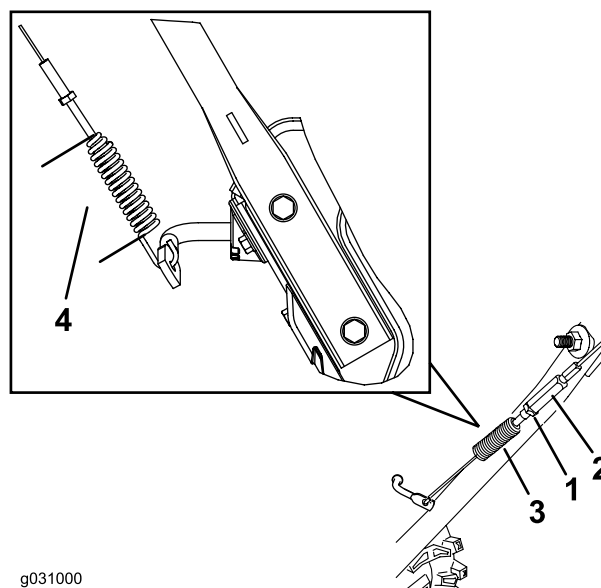

Figura40
3. Slăbiți sau strângeți întinzătorul cu fileț pentru a regla lungimea arcului la 7 cm (Figura40).
4. Strângeți contrapiulița (Figura40), asigurându-vă că nu tensionați excesiv cablul.